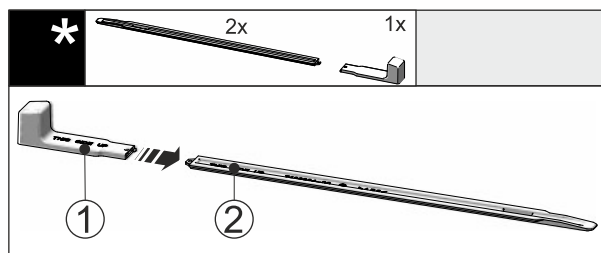

Fig. 49
- Montažni ročaj Fig. 49 (1) vstavite v izravnalno vodilo Fig. 49 (2).